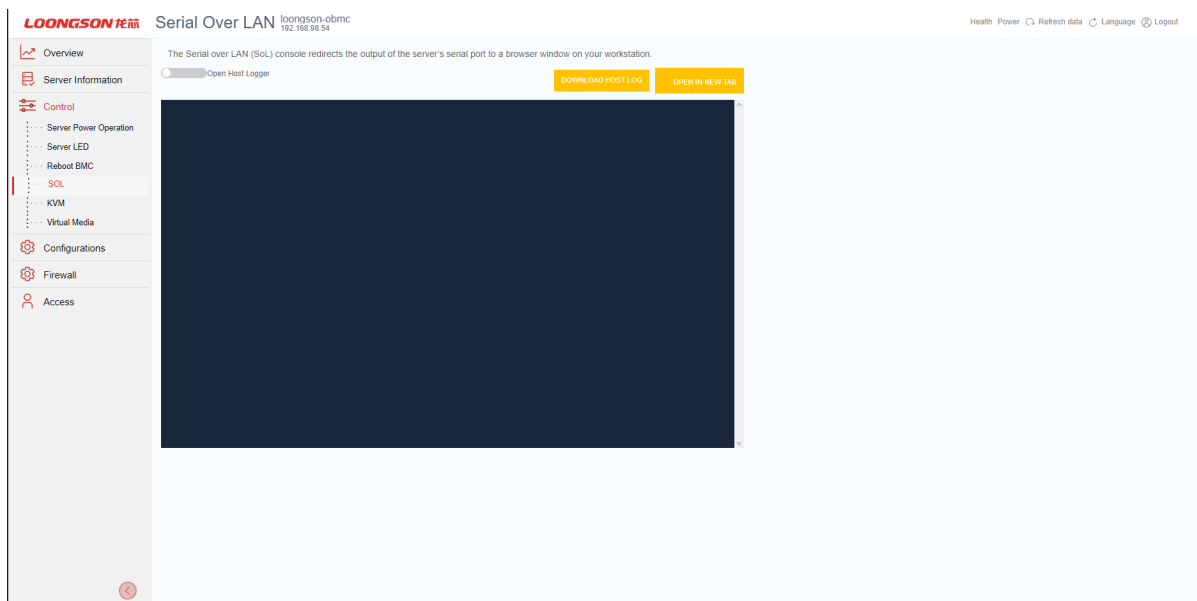

Рис. 81. Окно «SOL»
- 5) Пройдите во вкладку «Control» → «SOL» в данной вкладке осуществляется перенаправление выходных данных последовательного порта сервера в окно браузера на вашей рабочей станции. Окно показано на рис. 81 Окно «SOL»